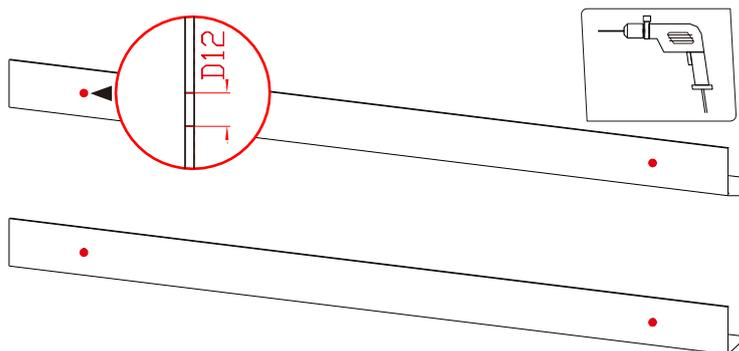

Figura 3-14 Orifícios de perfuração (unidade: mm)
- Etapa 3 Use a furadeira elétrica para fazer furos no suporte, de acordo com a posição marcada. O tamanho da perfuração deve ser de 12 mm de diâmetro, como mostrado na Figura 3-14.